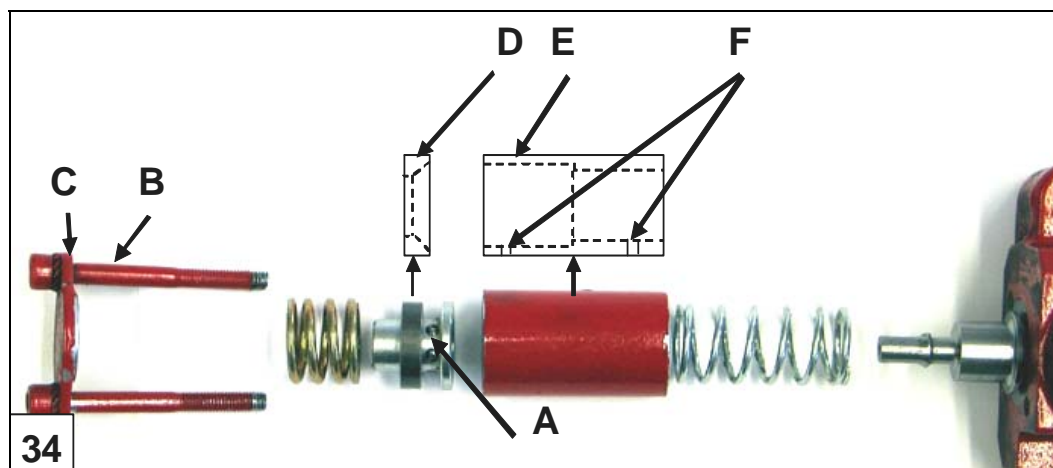

Bild 34. Konstruktionen av ventilens spärrhuvud
7.12 Spärrhuvudets struktur och delarnas rätta ordning, bild 34